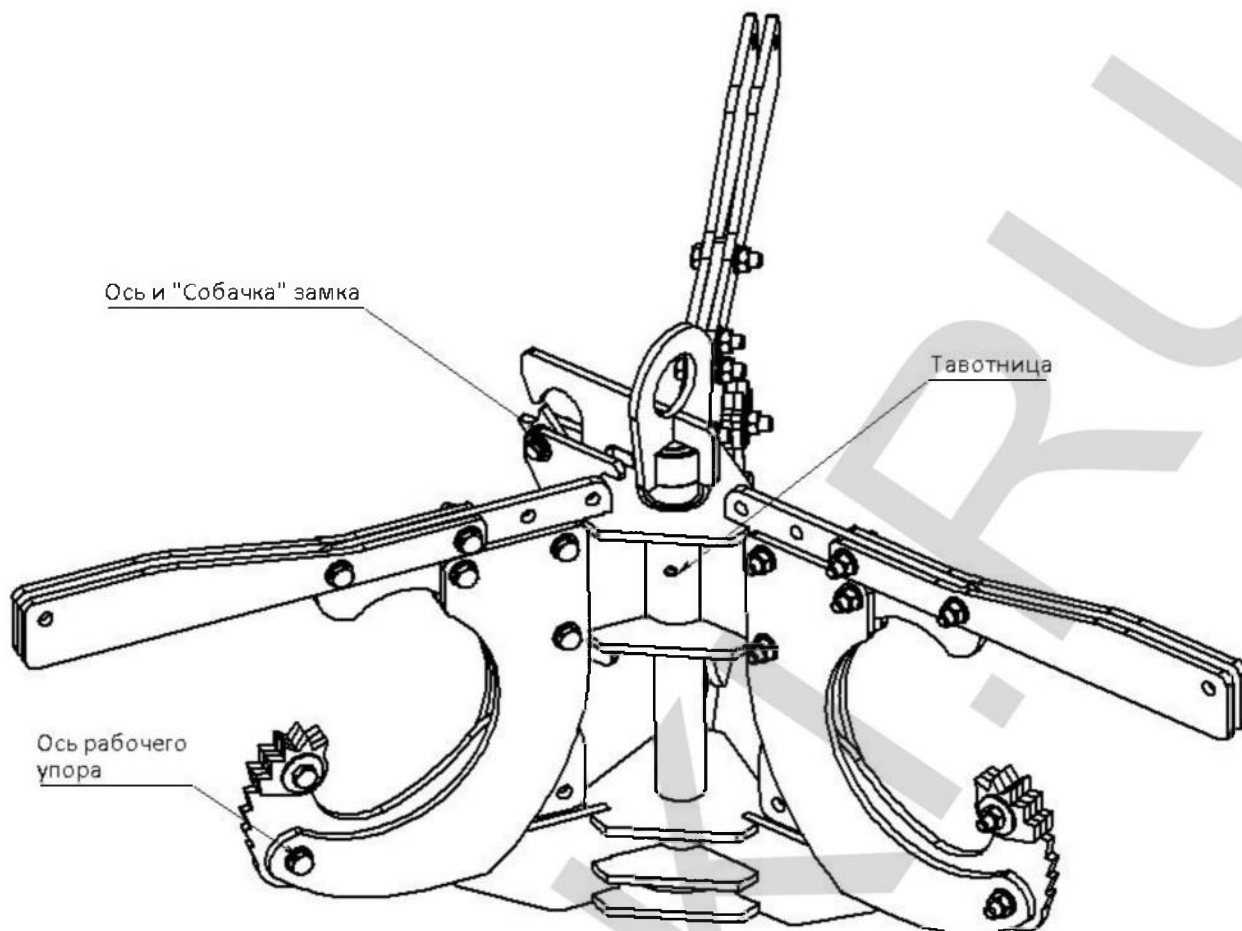

Рис. 2 – Узлы смазки Захвата
- смазка центрального штока, осей замка и рабочих упоров (смотрите рис. 2);